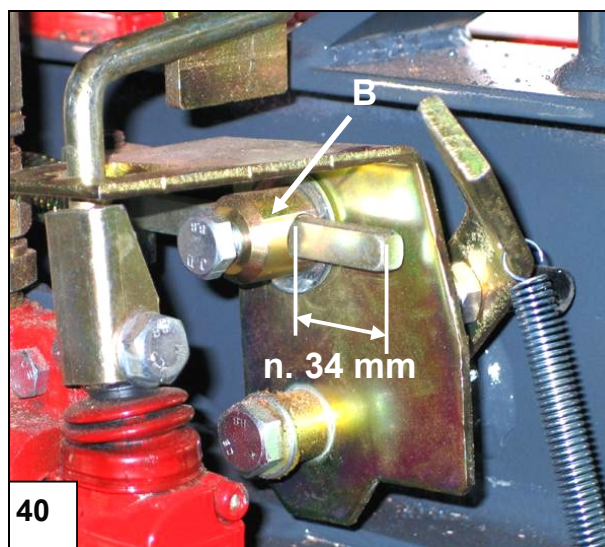

Bild 40. Ventilens grundinställningar 2/2
- Grovjustering är cirka 34 mm, bild 40.
1. Lossa låsskruven för axel B, nyckel 17 mm, bild 40.